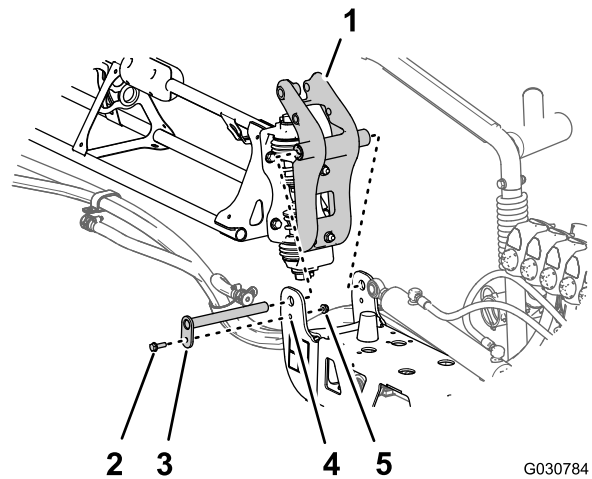

Bild 135
3. Fluchten Sie die Büchsen im Drehzapfen-Anschlussstück mit den Löchern in den Flanschen der Schwenkhalterung am Ende des mittleren Auslegerabschnitts aus (Bild 135).